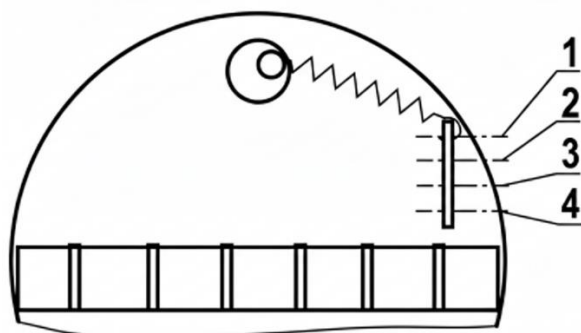

Рисунок 5 – Настройка натяжения пружины
4.7.1. Для тяжелых материалов (высокий удельный вес, рис. 5 поз. 4):
4.7.2. Для легких материалов (низкий удельный вес, рис. 5 поз. 1):
4.8.3. Переставьте конец пружины в нужное отверстие: отверстие ближе к клеммной колодке обеспечивает самый сильный крутящий момент (рис. 5 поз. 4). Дальние отверстия уменьшают натяжение.
неправильно выбрано регулировочное положение чувствительности	переставить пружину (см. рис. 5)